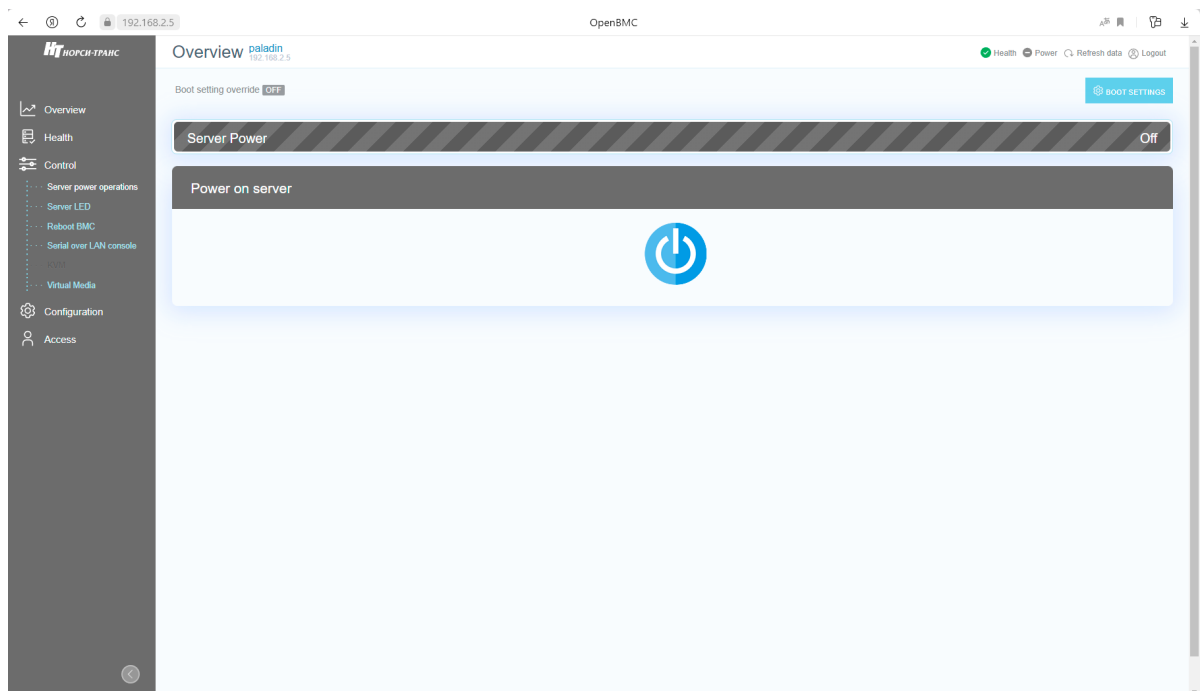

Рис. 77. Окно «Server power operations»
- 2) Пройдите во вкладку «Control» → «Server power operations» в данной вкладке осуществляется управление сервером. В поле «Server Power» показано состояние сервера «On» или «Off». В поле «Power on server» при нажатии на кнопку осуществляется включение и выключение сервера. Окно показано на рис. 77 Окно «Server power operations».